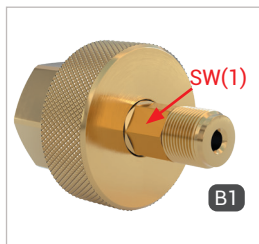

Figure 1
- ▶ Lors du montage du flexible de remplissage, exercez une contre-pression sur le méplat SW (1) (*Figure 1*) à l'aide d'une clé à fourche.
- ▶ Vissez hermétiquement l'entrée fluide « B1 » à l'embout de raccordement du flexible de remplissage (*Figure 1*). Voir le tableau ci-dessous pour les couples de serrage.